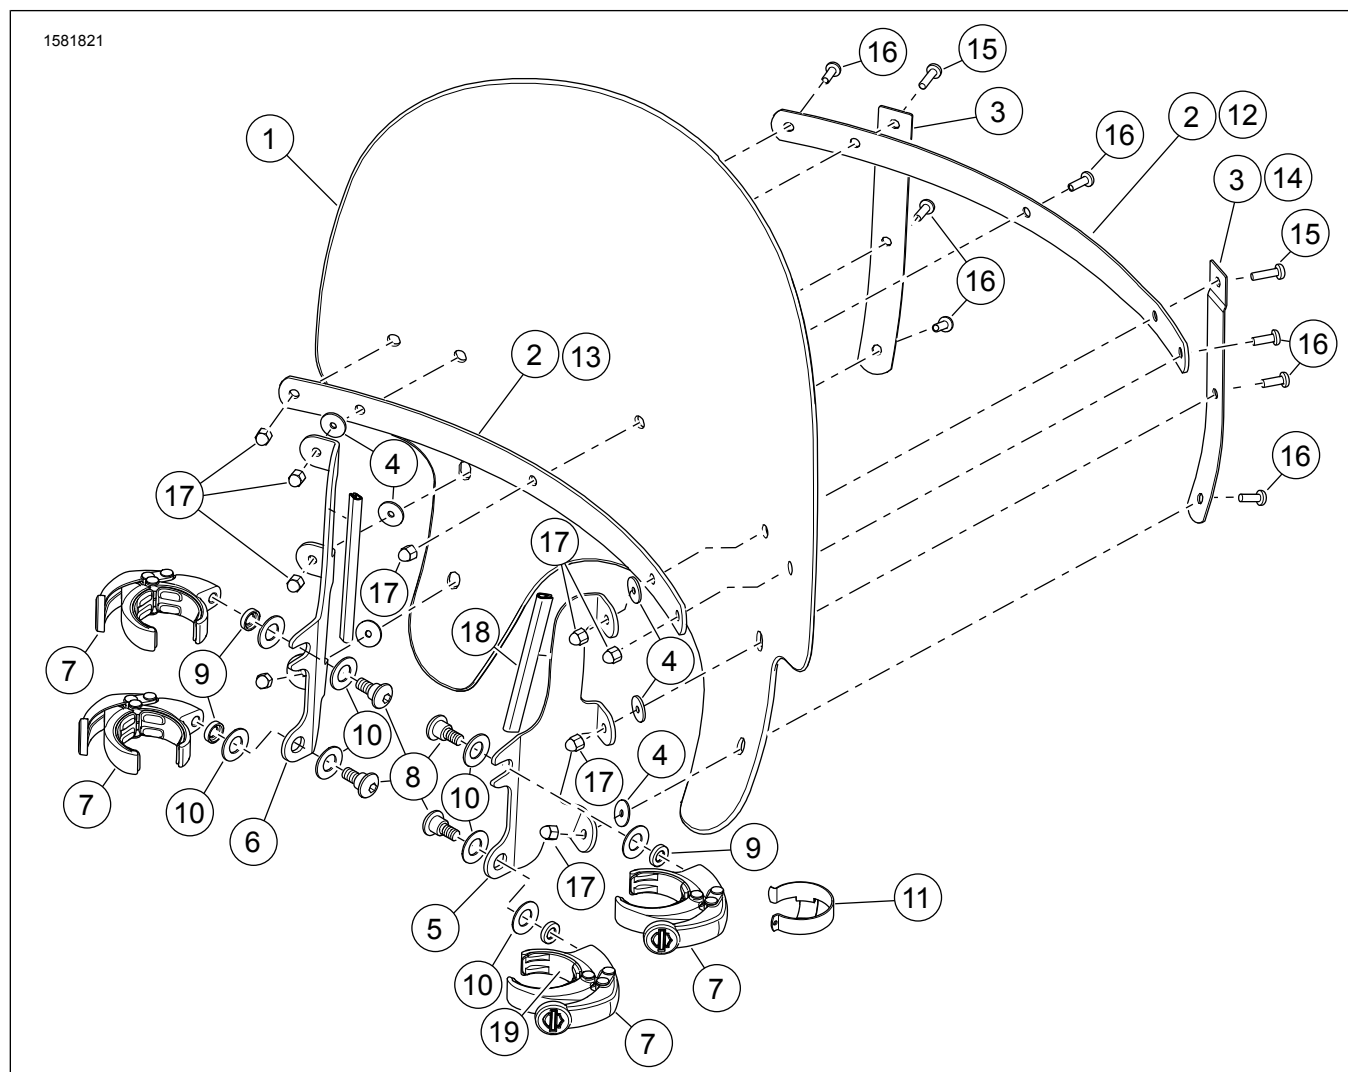

Figura 2. Parti di ricambio: Parabrezza a sgancio rapido XL
Vedere Figura 2 e Tabella 1.
4. Vedere Figura 2 Inserire il fermo del cavo del comando del gas (11) attorno allo stelo di destra della forcella e disporre i cavi del comando del gas attraverso l'apertura della guida.